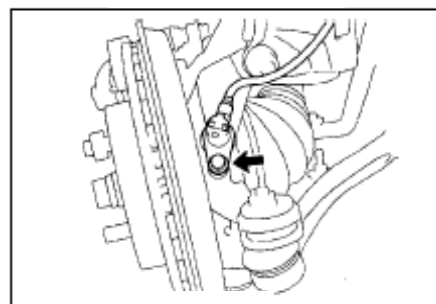

Рис. 119
(2) Открутите болт и отделите левый передний датчик скорости автомобиля от поворотного кулака(рис. 119)